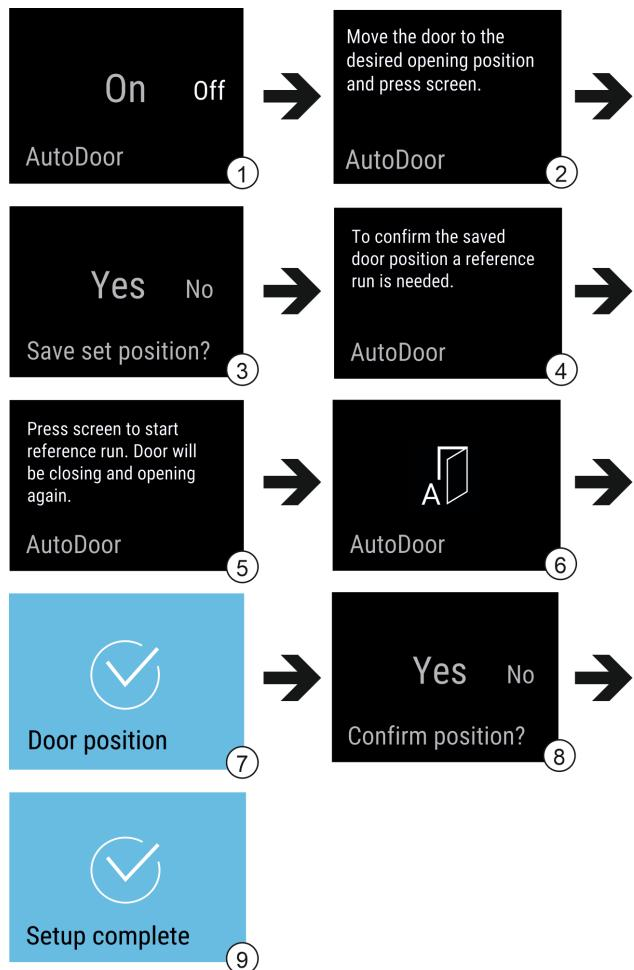

Fig. 13 Rodmenų anglų kalba vaizdavimo pavyzdys
- Aktyvinkite AutoDoor: perbraukite per rodmenį ekrane On. Fig. 13 (1)
- Spustelėkite ekraną 3 sekundes. Fig. 13 (1)
- Sukonfigūruokite durų atidarymo kampą: atidarykite duris bent 70°. Fig. 13 (2)
- Patvirtinkite durų atidarymo kampą: spustelėkite pranėsimą ekrane. Fig. 13 (3)
- Paleiskite atskaitos eiga: spustelėkite ekraną. Fig. 13 (5)
- ▷ Ekranas mirksi. Fig. 13 (6)
- ▷ Atskaitos eiga sėkmingesia: ekranas 2 sekundes mirksi. Fig. 13 (7)
- Patvirtinkite durų atidarymo kampą. Fig. 13 (8)
- ▷ Ekranas tampa mėlynas. Fig. 13 (9)